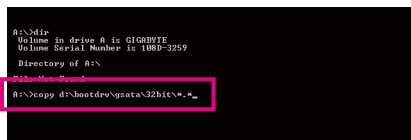

图1
- 若欲复制GIGABYTE SATA2 SATA控制器的驱动程序，请输入(图1):^(注)